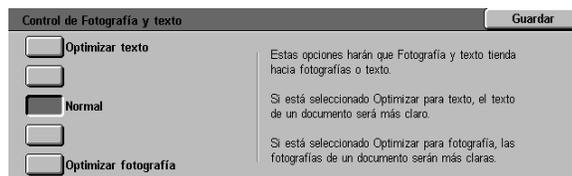

Figura 49: Opciones de Control de Texto y fotografía
- Pulse el cuadro que indica la configuración adecuada del nivel de calidad de imagen para el control de texto y fotografía, tal y como ilustra la Figura 49.